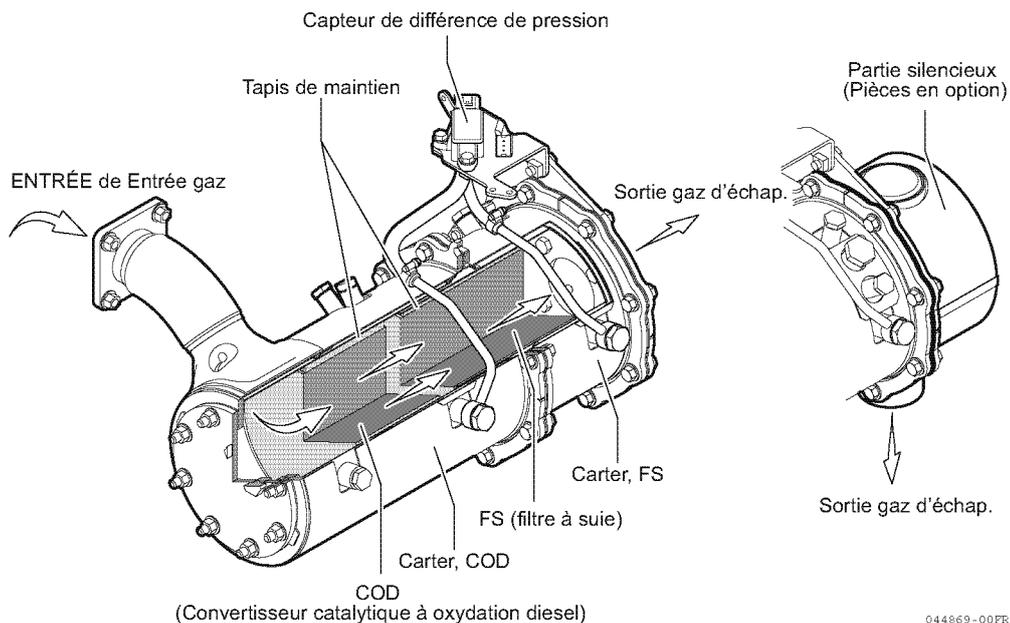

Figure 13-2
Le FAP se compose du catalyseur d'oxydation diesel (COD) et du filtre à suie (FS), maintenus par un boîtier qui envoie les gaz d'échappement au COD et au FS. (Figure 13-2)